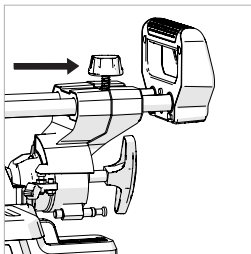

Fig. 37
- Ziehen Sie die Verriegelungsschraube des Schlittens wieder fest. (Abb. 37)